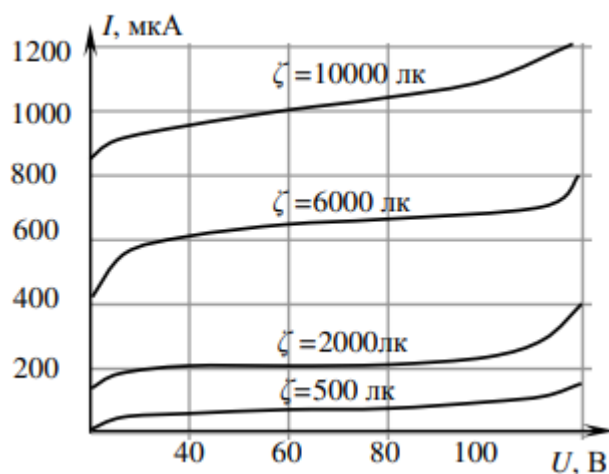

Рисунок 1
7) По вольт-амперным характеристикам фотодиода, изображенным на рис. 1, определить предельное значение сопротивления нагрузки, при котором сохраняется еще фотодиодный режим, если напряжение источника питания $E = 60 \text{ В}$.